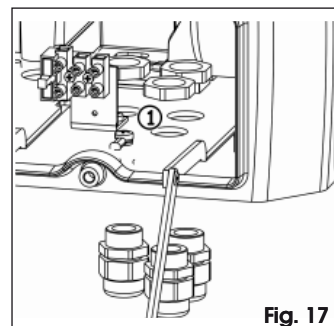

Fig. 17
- Monte los tres sujeta-cables suministrados en dotación en los correspondientes orificios, situados debajo del cuerpo motor Fig. 17 ref. ①, respetando la orientación indicada en la Fig. 17.